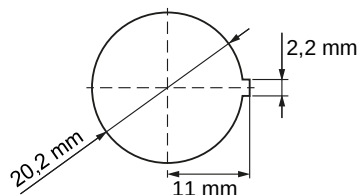

Abbildung 24: Bohrung für Kontrollgerät
- Setzen Sie für das Kontrollgerät eine Bohrung $\varnothing = 20,2 \text{ mm}$ ins Armaturenbrett (siehe Abbildung 24).